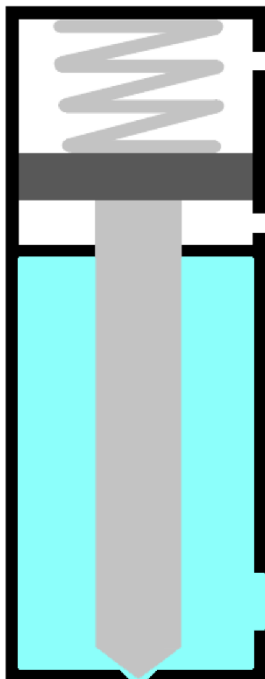
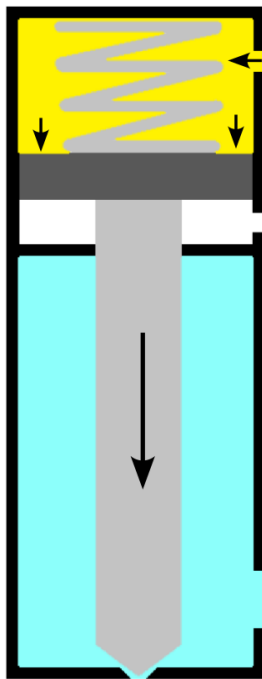

Abbildung 03 – Ruhephase
Abbildung 04 – Ruhephase
Das Ventil kann in zwei Modi arbeiten, nämlich einfach- und doppelwirkend. Im Fall des einfachwirkenden Betriebs hält die Feder das Ventil geschlossen, daher muss der Flüssigkeitsdruck unter dem von der Feder erzeugten Druck liegen, um das Ventil geschlossen zu halten (Abbildung 03). Die Flüssigkeit befindet sich in der pneumatischen Kammer, die durch die von der Feder gedrückte Nadel verschlossen ist. Wenn am Öffnungseingang ein pneumatischer Druck ausgeübt wird, hebt sich der Kolben und folglich auch die Nadel, wodurch die Flüssigkeit bis zur Düse fließen kann (Abbildung 05). Bei doppelwirkendem Betrieb ist die Arbeitsweise ähnlich wie bei einfachwirkendem Betrieb, nur dass neben der Feder, die das Ventil geschlossen hält, ein pneumatischer Druck vom Schließeingang des Ventils vorhanden ist (Abbildung 04). Dies ist erforderlich, wenn mit Flüssigkeitsdrücken gearbeitet werden muss, die höher sind als der von der Feder ausgeübte Druck.
- Die Flüssigkeit steht in der Flüssigkeitskammer unter Druck; im Fall des einfachwirkenden Betriebs nur mit der Feder, die den Flüssigkeitsaustritt schließt (Abbildung 03), im Fall des doppelwirkenden Betriebs auch mit pneumatischem Druck (Abbildung 04);